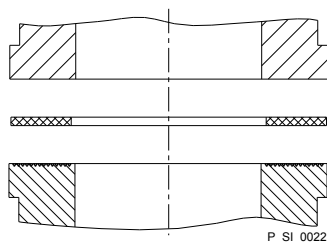

Fig. 15: Vedação plana de elastómero em peça de inserção não dentada
- No entanto, caso seja utilizada uma peça de inserção não dentada (por ex. peça externa), deve ser utilizada uma vedação plana de elastómero - ver Fig. 15.